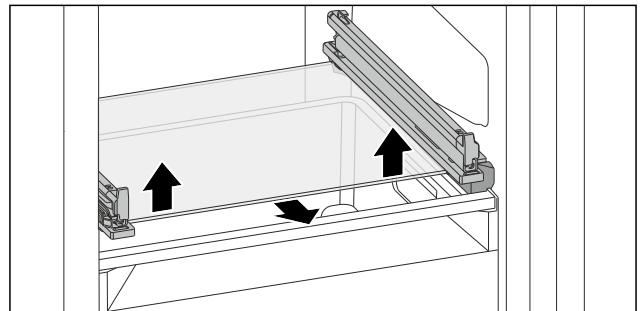

Fig. 70 Glasplatte des abkippbaren Schubfachs
- ▶ Glasplatte von unten beidseitig nach oben drücken. (siehe Fig. 70)